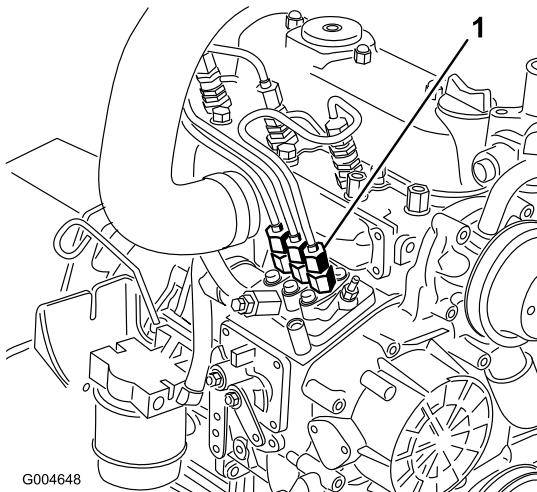

図 48
- 燃料噴射ポンプから No.1インジェクタ・ノズル(図 48)へのパイプ接続部の下にウェスを当て、パイプの接続をゆるめる。